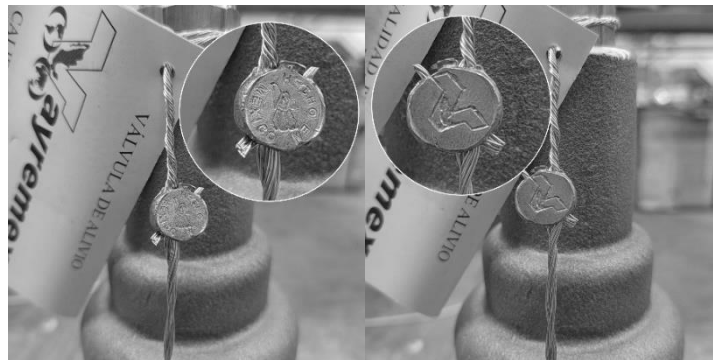

Fig.8 Estampado en los sellos de seguridad de plomo.
2. **Lás válvulas de relevo de presión son probadas, ajustadas y selladas en planta. Verificar que los sellos de seguridad de plomo, que se encuentran atados al tapón/capucha y los tornillos de fijación, estén presentes y en óptimas condiciones.** En válvulas nuevas los sellos seguridad de plomo están atados con cable trenzado y deben tener estampado el logotipo de VAYREMEX y el logotipo de "HECHO EN MEXICO"(Fig.8). Si el sello está roto, ausente o no cumple con las características de estampado no recomendamos instalar la válvula y debe contactar inmediatamente al proveedor de la válvula o al fabricante.